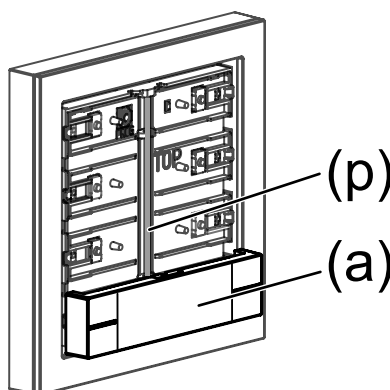

Figura 6: Colocar recto el interruptor basculante de mando
- Colocar recto el interruptor basculante de mando (a) (véase figura 6).